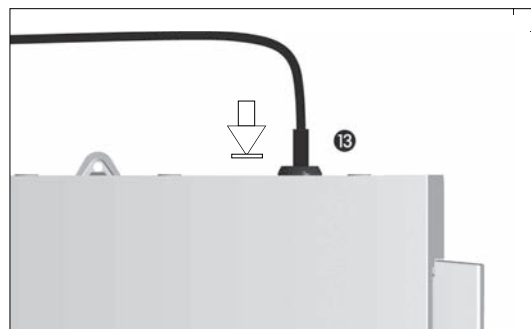

fig. 2
D. Ligar o cabo do pedal à saída prevista na face traseira, orientar a tomada e a ficha com auxílio do pino de posicionamento na tomada **fig. 2**.